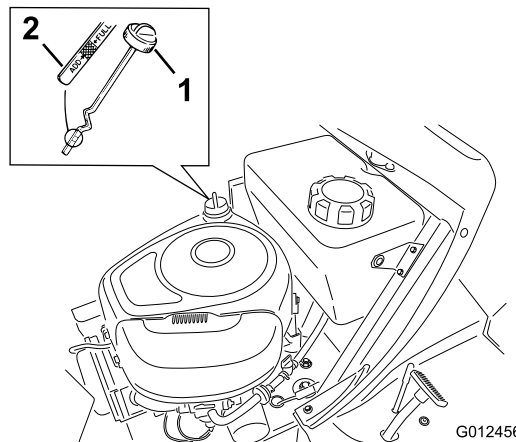

Figure 25
7. Nettoyez la surface autour de la jauge d'huile (Figure 25) pour éviter que des impuretés ne s'introduisent dans le goulot de remplissage, ce qui risquerait d'endommager le moteur.
8. Retirez la jauge d'huile et essuyez soigneusement l'extrémité métallique (Figure 25).
9. Revissez la jauge complètement dans le goulot de remplissage (Figure 25).
- Nettoyez la surface autour du bouchon de la jauge de niveau d'huile et dévissez le bouchon (Figure 25).
- Versez avec précaution environ 80% de l'huile moteur dans le goulot de remplissage (Figure 25).